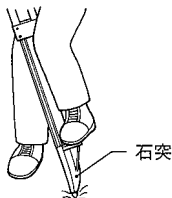

図 4.2
- 4) 脚頭をほぼ水平にしてから、石突を踏み込み、三脚をしっかり据え付けます。(図 4.2)